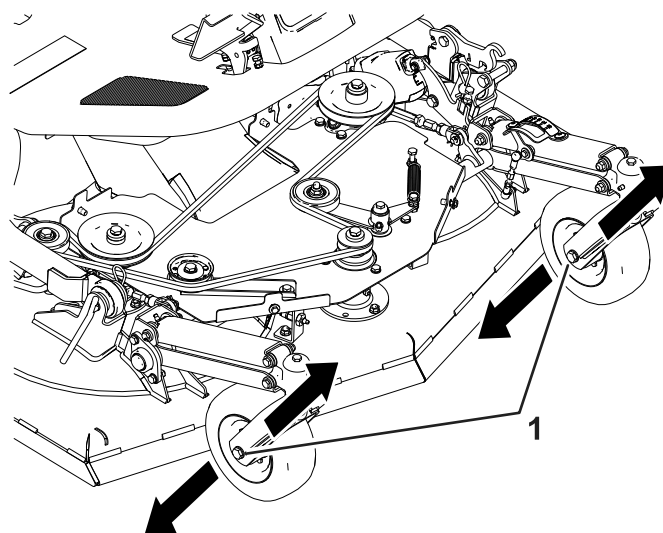

Figure 103
- A. Desserrez le boulon de roue pivotante d'un côté (Figure 103).
- B. Ajustez le boulon de roue pivotante dans la fente et serrez le boulon (Figure 103).